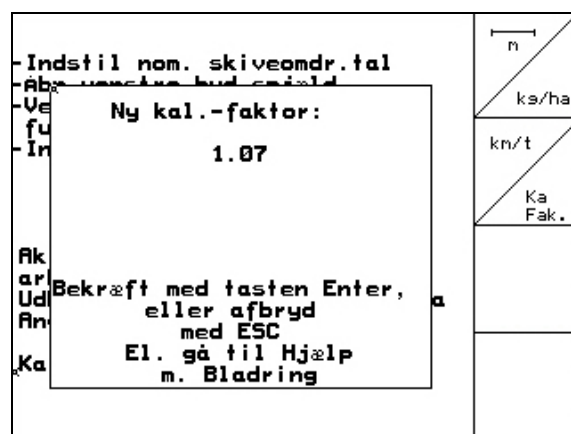

Fig. 34
- Den nye kalibreringsfaktor vises (Fig. 34).